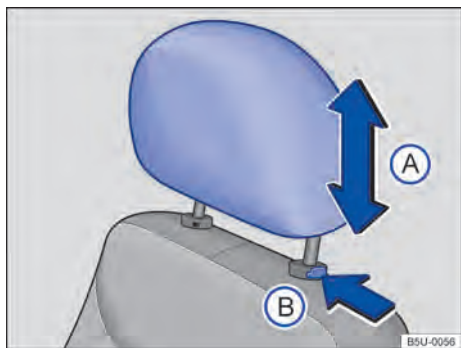

Fig. 65 Apoio para cabeça dianteiros: desinstalar.
- Pressionar o botão → Fig. 65 (B) no sentido da seta. Retirar o apoio para cabeça com o botão pressionado.
- Empurrar o apoio para a cabeça totalmente para baixo com o botão → Fig. 65 (B) pressionado.